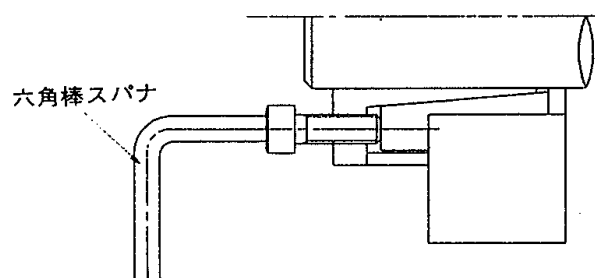

図 4 取はずし
- すべてのボルトをゆるめても締結状態のまま動かない場合は、取はずし用ねじ穴 (図 1) にボルトを入れ、締込んでいきますとロックがはずれます。(図 4 参照)